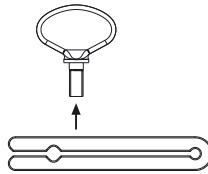

Fig. 7
- Desmontar el extractor, ver Fig. 7.